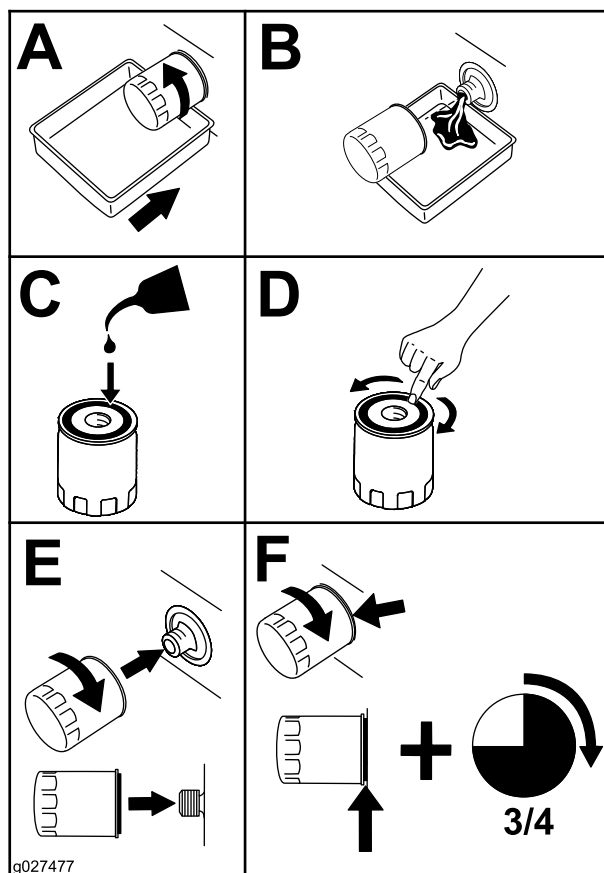

Bild 43
- Wechseln Sie den Motorölfilter (Bild 43).